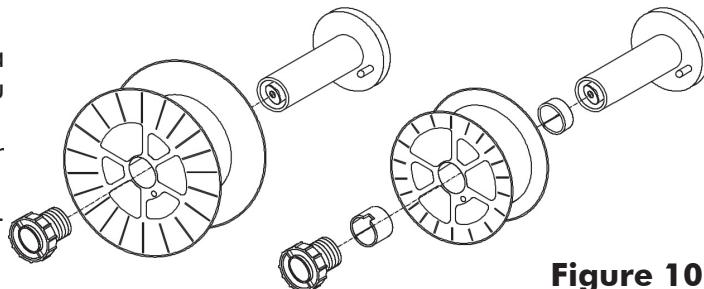

Figure 10
- Ouvrir le panneau latéral du logement de la bobine. Dévisser l'écrou de l'arbre (tambour du frein). Extraire le rochet vide (Fig.10)
- Pour les bobines les plus petites monter les entretoises comme représenté sur la Figure 10.